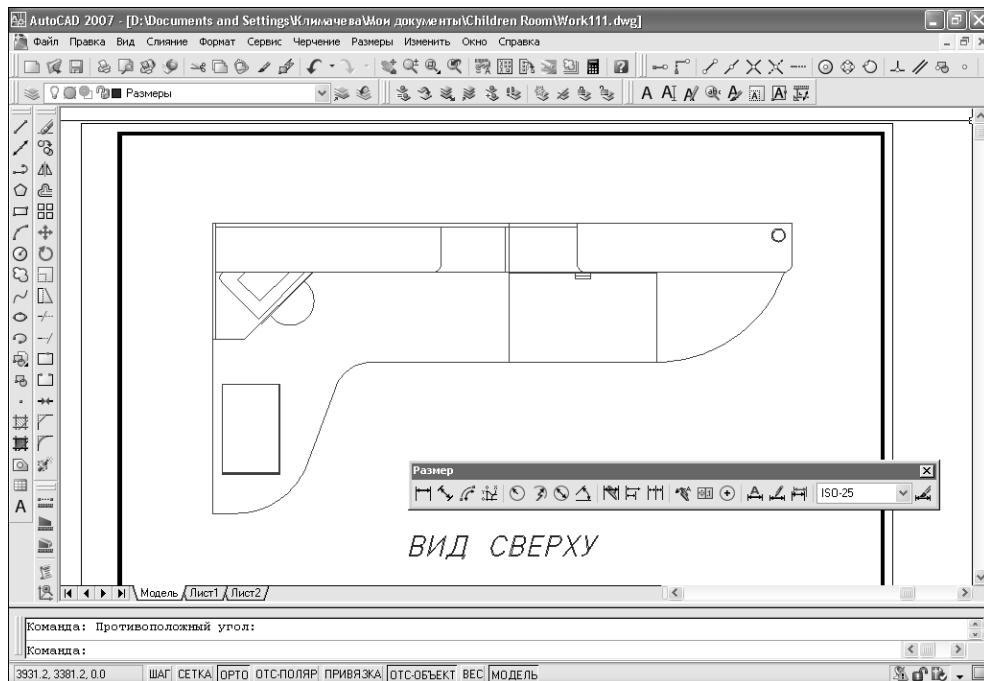

Рис. 11.1 ▶ Окно AutoCAD с чертежом Work111.dwg
- Включите отображение панели инструментов **Размер** (Dimension) и расположите ее в правом нижнем углу области черчения, не делая панель стационарной, как показано на рис. 11.1.